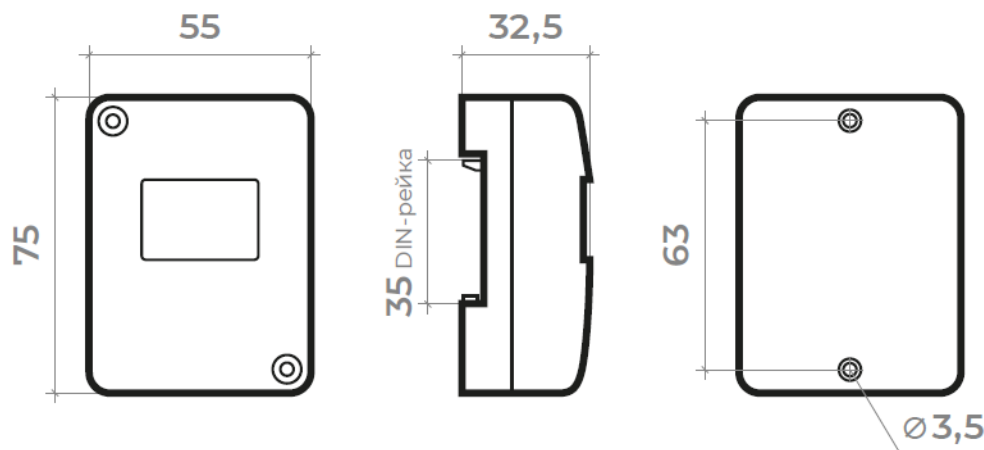

Рис.1. Габаритные и установочные размеры адресной метки.
2.1.2. Габаритные и установочные размеры адресной метки представлены на рис.1, схемы подключения на рис.2-4.